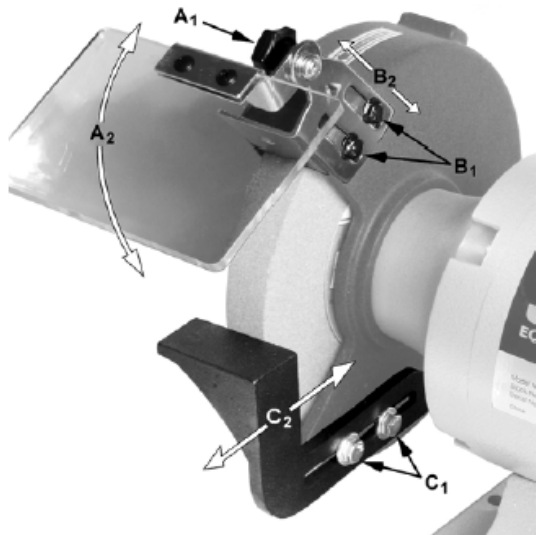

Рис.3
1. Ослабьте винты ( $A_1$ , Рис. 3).
2. Установите экран для защиты глаз на необходимый угол ( $A_2$ , Рис. 3).
1. Ослабьте винты ( $B_1$ , Рис. 3).
2. Переместите искрогаситель на расстояние 4 мм от поверхности шлифовального круга ( $B_2$ , Рис. 3).
3. Затяните винт ( $B_1$ , Рис. 3).
1. Ослабьте винты ( $C_1$ , Рис. 3) при помощи 12 мм гаечного ключа.
2. Переместите подручник ( $C_2$ , Рис. 3) на расстояние 4 мм от шлифовального круга.
3. Затяните винты ( $C_1$ , Рис. 3).